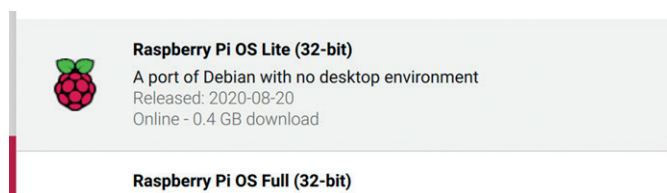

Рис. 3.6. Выбор версии Raspberry Pi OS
6. В открывшемся меню вы увидите доступные версии Raspberry Pi OS (см. рис. 3.6). Среди них нас интересует **Raspberry Pi OS Lite (32-bit)**.